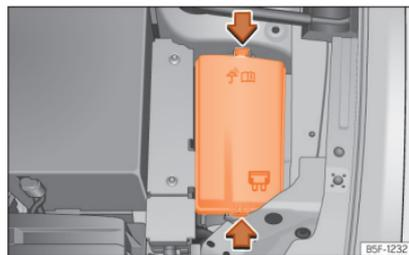

Abb. 56 Im Motorraum: Abdeckung des Sicherungskasten.
- Drücken Sie die Verriegelungslaschen, um die Abdeckung des Sicherungskastens zu entriegeln »» **Abb. 56.**